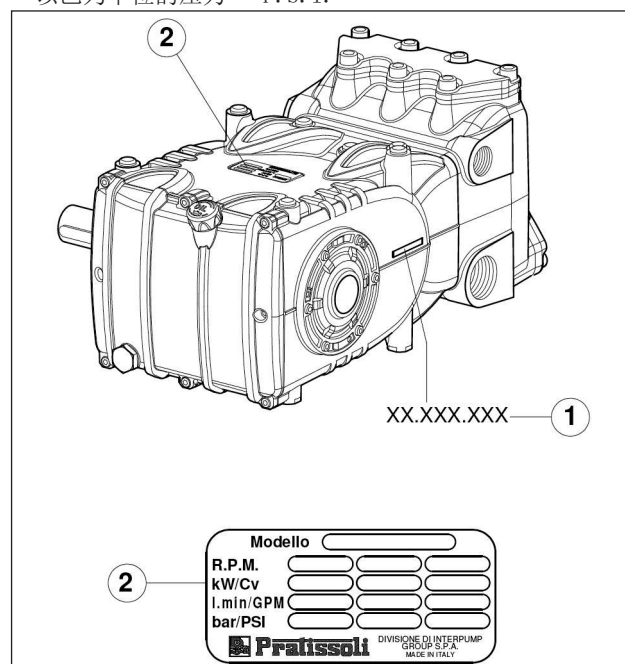

图 1
每个泵都有自己的序列号XX.XXX.XXX（见①）和标识牌（见图1的②），上面标示：